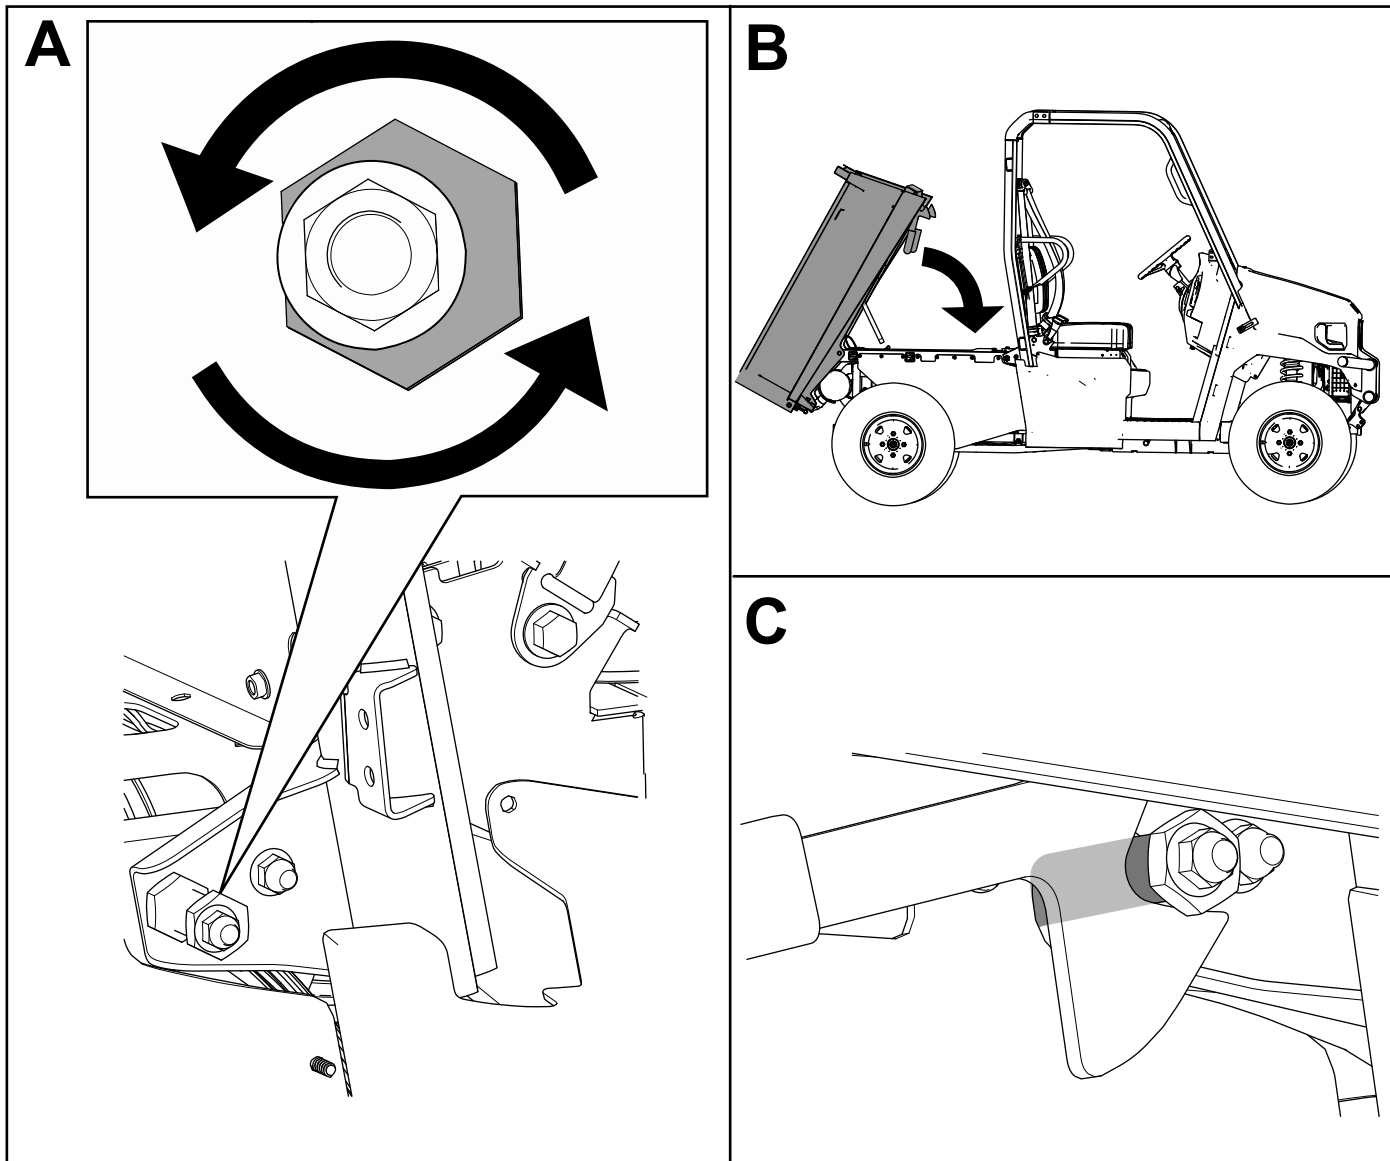

Figura 26
21. Regolate il dado di allineamento della chiusura del pianale fino a eliminare la fessura e a fissare saldamente il pianale (Figura 26).